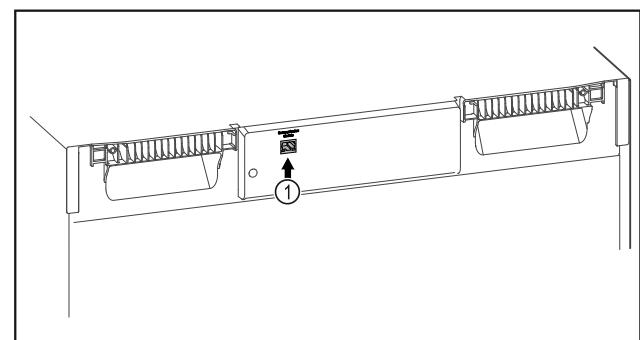

Fig. 140
- Le SmartModule Fig. 140 (1) est installé.